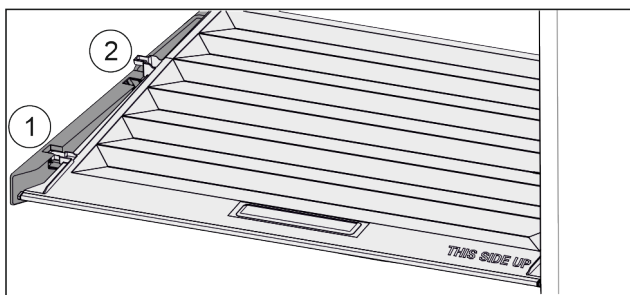

Fig. 137
- ▶ Deslice la tapa hacia delante hasta la abertura de las piezas de sujeción Fig. 137 (1).
- ▶ Levántela por detrás desde abajo y retírela tirando hacia arriba Fig. 137 (2).